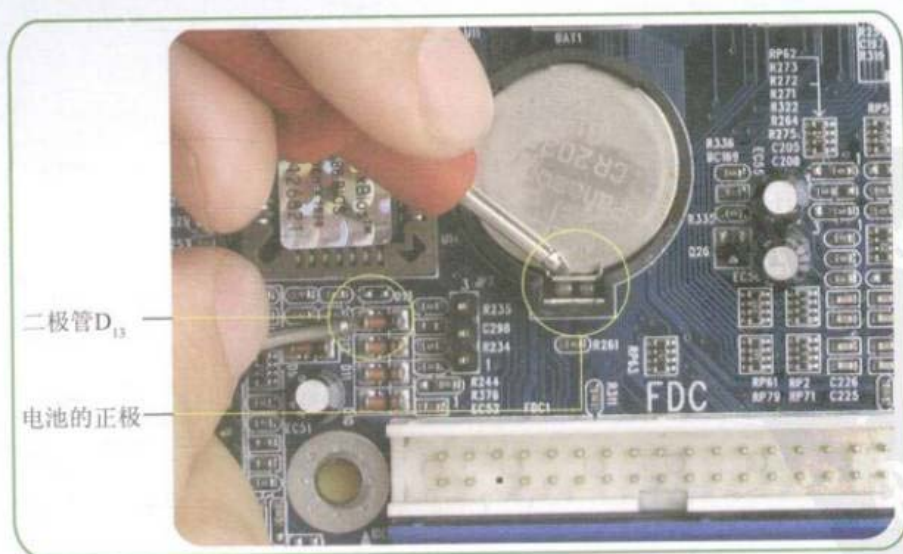

图6-17 测量电池到二极管的线路
**Step 01** 将万用表调到“蜂鸣”挡，测量与电池正极相连的稳压二极管的线路，如图6-17所示。